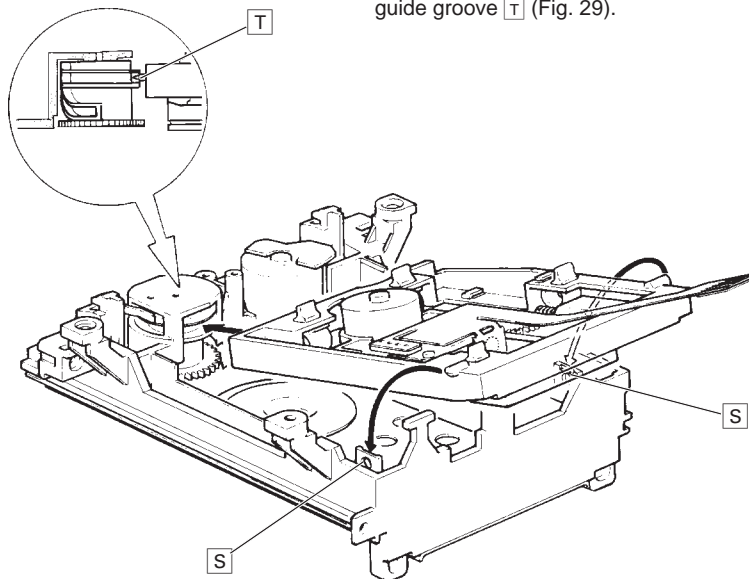

Fig. 29
- Pick-Up-Einheit ausrasten **S** (Fig. 29) und herausnehmen.
- Beim Einbau darauf achten, daß der Führungsstift in die Führungsrille eingreift **T** (Fig. 29).
- Disengage the pick up unit **S** (Fig. 29) and remove it.
- When reassembling take care that the guide shaft engages with the guide groove **T** (Fig. 29).